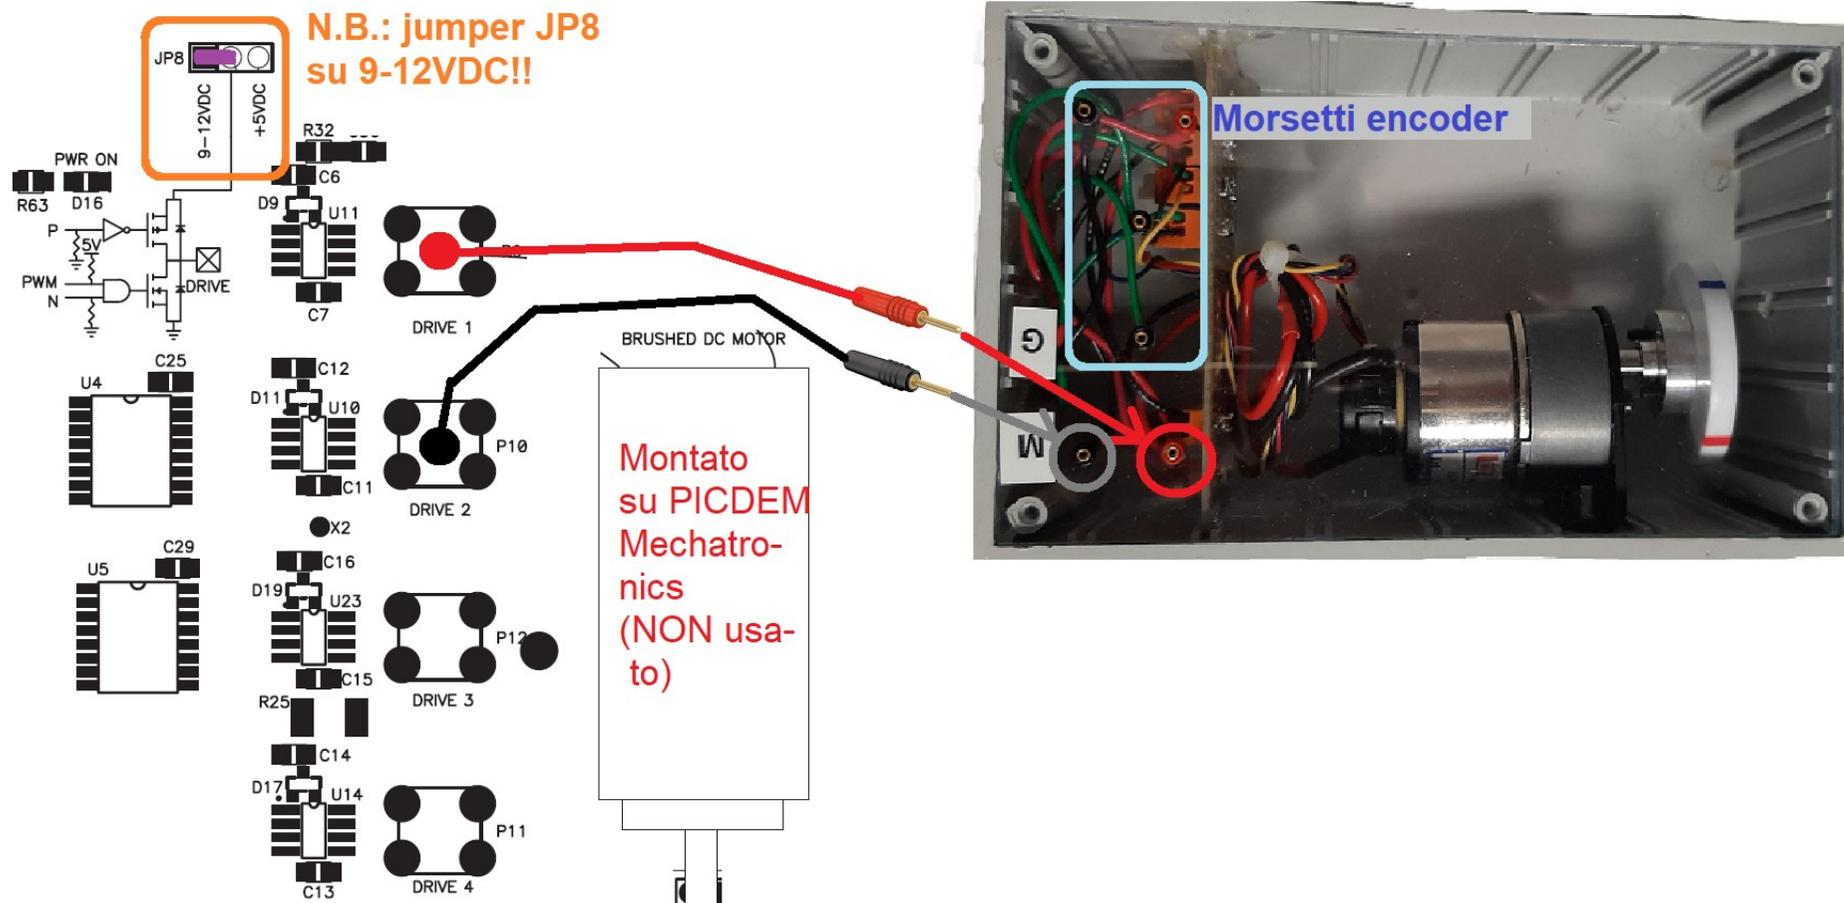

FIGURA 2
3. Collegamenti necessari (v. **FIGURA 2**) tramite cavi con connettori dorati arrotondati (“mini-banana”) predisposti per i connettori femmina fissati al coperchio trasparente della “*plastic box*”: